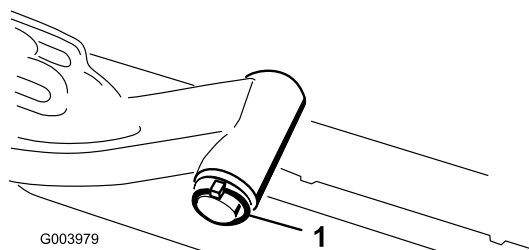

図 12
- A. 昇降アームのピボットシャフトを昇降アームに固定しているリンチピンとワッシャを外し、昇降アームからピボットシャフトを抜き出す図 12。
- C. 昇降アームのシャフトを昇降アームに差し込み、ワッシャとリンチピンで固定する図 12。